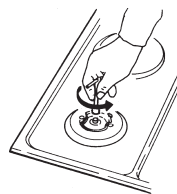

Abb. 5
Anpassung an einen anderen Gastyp (Abb. 5)
- die Düsen (s. Abb. 5) mit den für den vorhandenen Gastyp bestimmten Düsen (siehe Tab. "Technische Daten") ersetzen;